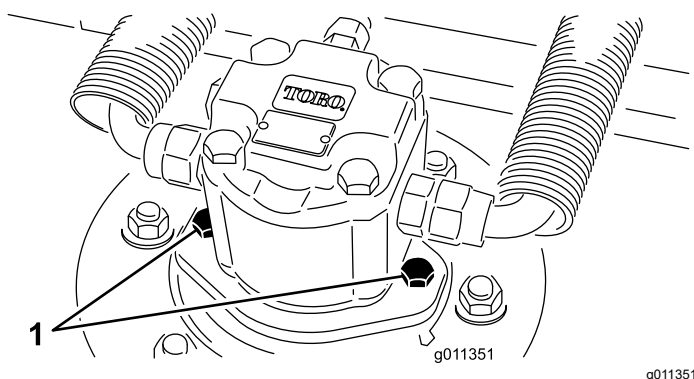

Figure 96
2. Débranchez et déposez le moteur hydraulique de l'unité de coupe (Figure 96). Couvrez le dessus de l'axe pour éviter toute contamination.
4. Montez le moteur hydraulique sur le tablier de coupe (Figure 96). Vérifiez que le joint torique est en place et en bon état.